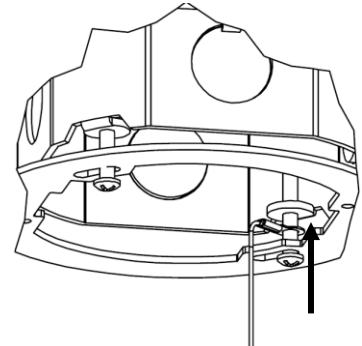

Figure 5 – Méthode B
- B) Visser l'œillet d'attache à travers la vis **AVANT de fixer la plaque de montage à la boîte de jonction**. S'assurer que l'œillet d'attache est placé entre la plaque de montage et la boîte de jonction, comme illustré à la *Figure 5*.